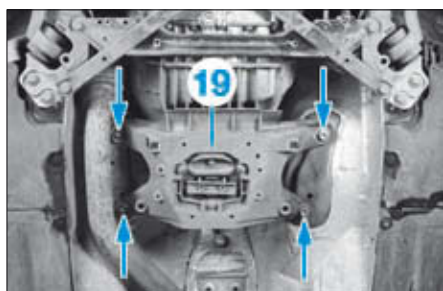

FIG. 86
- Déposer les vis (flèches) de la traverse (19) sous la boîte de vitesses (Fig.86).